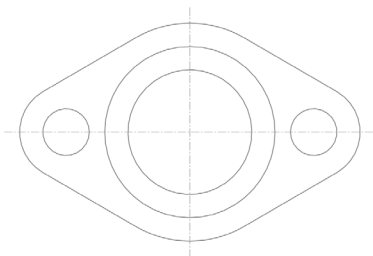

图 3-21 镜向草图对象效果
(4) 单击【镜向】属性管理器中的【确定】按钮，退出草图编辑环境，即可对草图进行镜向，如图 3-21 所示。